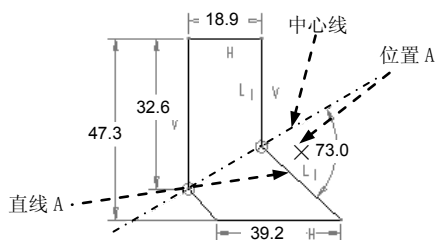

图 4.13.12 添加第一个角度标注
(1) 添加第一个角度标注。单击“标注”按钮，在图 4.13.12 所示的图形中，依次单击中心线和直线 A，中键单击位置 A 放置尺寸，创建第一个角度尺寸。